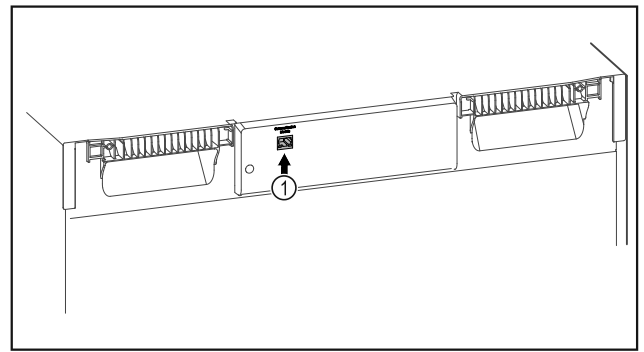

Fig. 87
- SmartModule Fig. 87 (1) встановлено.